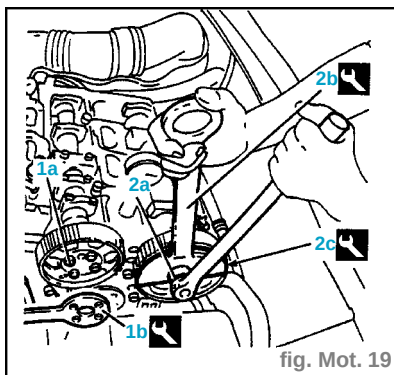
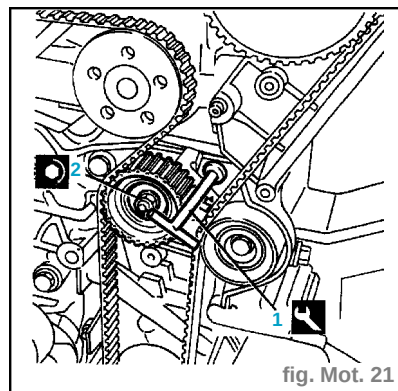

fig. Mot. 19
fig. Mot. 21
- Desserrer les vis (1a) de la poulie de commande de distribution côté admission en utilisant l'outil (1b) comme anti-couple (fig. Mot. 19).
- Appliquer la tension maximum à la courroie de commande de distribution à l'aide de la clé (1) (fig. Mot. 21).
- Serrer l'écrou du tendeur mobile de distribution au couple de 2,1 à 2,6 daN.m (2).
- Serrer au couple de 1,2 daN.m les vis (1a) de la poulie conduite de commande de distribution côté admission en utilisant comme anti-couple l'outil (1b) (fig. Mot. 19).